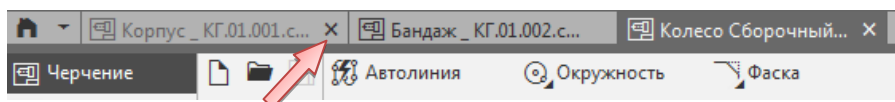

Рис. 2.24. Управление состоянием окон
- Закройте окна с чертежами «Корпус» и «Бандаж» (рис. 2.24).